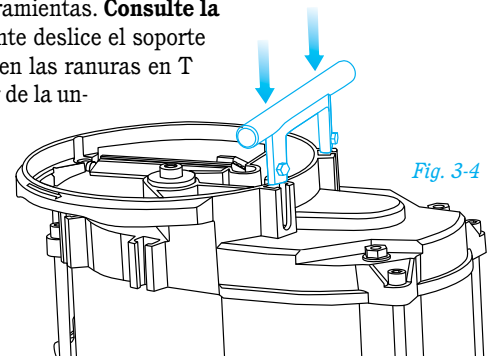

Fig. 3-4
7. **Instale el soporte superior para herramientas.** Para instalar el soporte superior para herramientas, primero deberá sacarlo del empaque y ubicar los dos tornillos de mano proporcionados para montar el soporte para herramientas. Consulte la fig. 3-4. Simplemente deslice el soporte para herramientas en las ranuras en T en la parte superior de la unidad. Enrosque los sujetadores suministrados en los agujeros del soporte para herramientas.